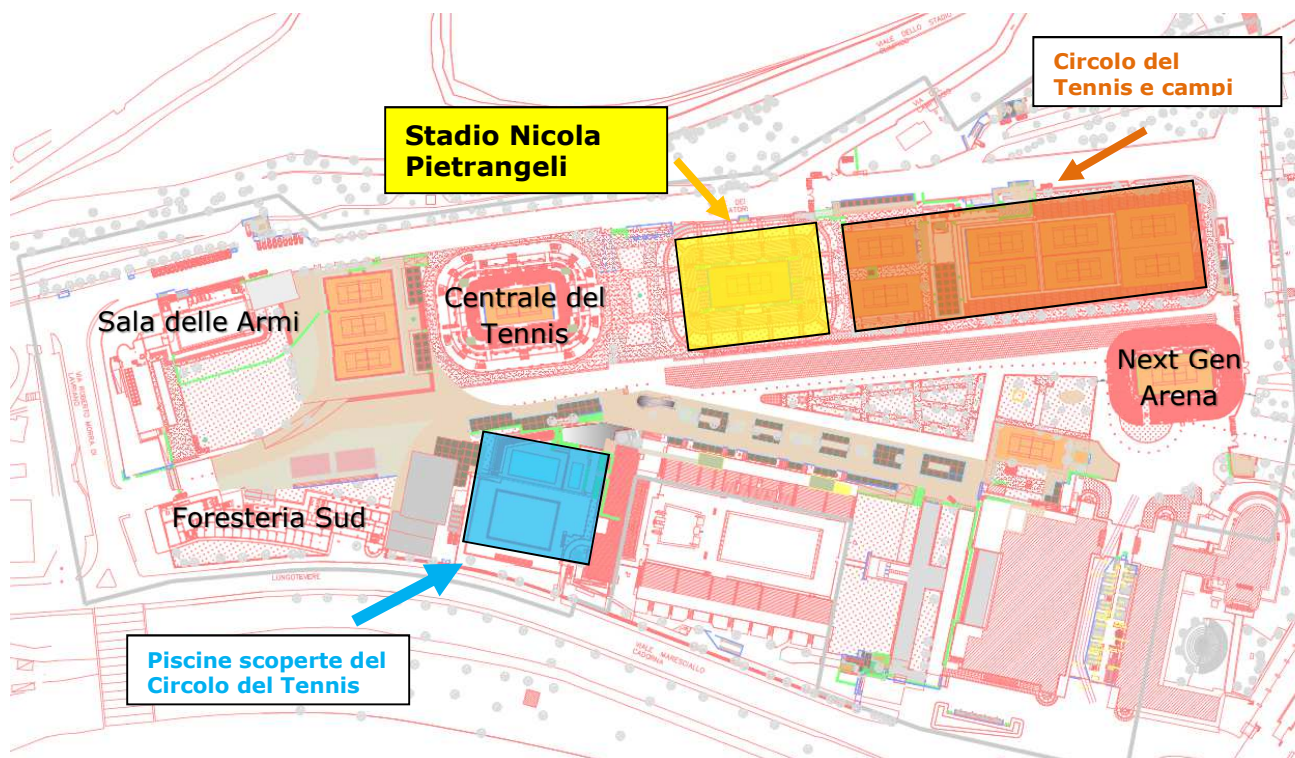

Fig.1
- Circolo propriamente detto, con i campi da tennis, 6 posizionati tra lo Stadio Olimpico e Circolo e 2 tra Circolo e Stadio Nicola Pietrangeli (riquadri marroni trasparenti di fig.1);
- Stadio Nicola Pietrangeli (riquadro giallo trasparente di fig.1);
- Piscine scoperte, con i relativi locali spogliatoi e zona ristorazione, ubicate all'inizio di Viale delle Olimpiadi, tra ex Ostello e piscine dello Stadio del Nuoto (riquadro azzurro trasparente di fig.1).
I campi di gioco del Circolo del Tennis, come indicato in fig.1, sono tutti in terra battuta di cui 6 ubicati sul lato NORD (al di sotto del livello stradale) e 2 sul lato SUD (a livello stradale), nonché lo Stadio Nicola Pietrangeli oggetto del prossimo paragrafo; tutti questi campi presentano il loro asse principale orientato nella direzione NORD-SUD, in conformità al punto 7.1 della Delibera CONI n. 1379/2008.